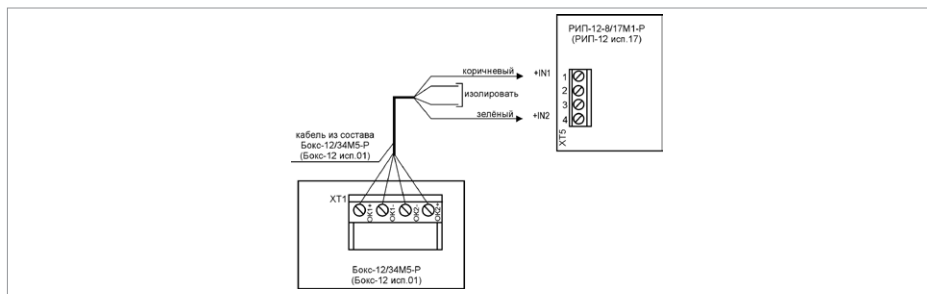

Рисунок 8. Схема подключения Бокс-12 исп.01(Бокс-12/34М5-Р) к РИП
1. Схема подключения Бокс-12 исп.01 (Бокс-12/34М5-Р) (далее - Бокс) представлена на рис.8. Кабель подключения Бокса к РИП входит в комплект поставки Бокса и подключен к колодке ХТ1.